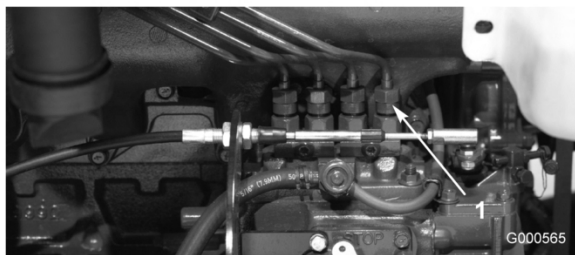

Figura 38
1. Afloje la conexión entre el tubo y el conjunto de la boquilla y soporte del inyector N° 1 en la bomba de inyección (Figura 38).